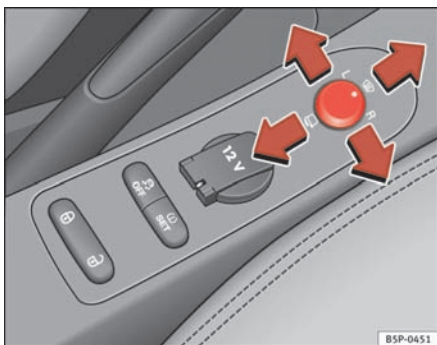

Fig. 91 Knap til indstilling af sidespejle
1. Drej knappen ⇒ fig. 91 til position **L (venstre sidespejl)**.
- Drej knappen fremad til midterste position ⇒ fig. 91 , så elopvarmningen af sidespejlene og forruden* i området ved viskerbladernes hvilestilling bliver tilsluttet. ⇒ side 123.
- Drej knappen ⇒ fig. 91 til position , for at klappe sidespejlene ind. For at undgå skader skal du altid klappe sidespejlene ind, når du kører din bil i et automatisk vaskeanlæg.